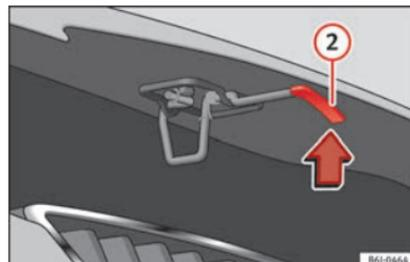

Fig. 6 Came sous le capot.
- Soulever le capot : appuyez sur la bascule sous le capot-moteur de manière à ce qu'elle soit orientée vers le haut » fig. 6 ②. Le crochet de fixation est alors déverrouillé.